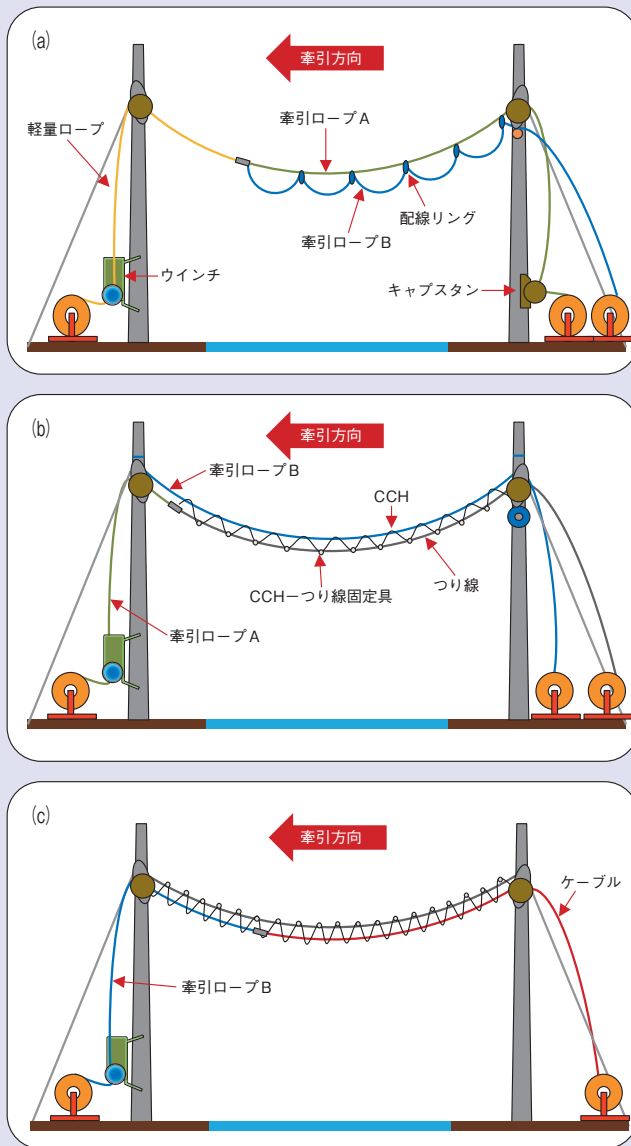

図7 ロングハンガ工法の布設方法
- ① 電柱間へ軽量ロープを1条布設します（従来工法と同様）。
- ② 軽量ロープを用いて牽引ロープを2条布設します（図7(a)）。牽引ロープ2条の各々の役割は、牽引ロープAがつり線牽引用、牽引ロー
- ③ 牽引ロープAを用いてつり線を牽引し、同時につり線にCCHを掛け、CCH-つり線固定具の取付をします（図7(b)）。牽引ロープBは電柱へ固定し、つり線と牽引ロープBへCCHを掛けることで、牽引ロープBが支持体となり、つり線およびCCHが長スパン区間の垂れ下がり防止します。この際に使用する機器は、牽引ロープBが牽引時の張力を低減するため、一般的なウインチを用いることが可能です。
- ④ つり線を張線し電柱へ引き留めることで、架空管路の構築が完了します。
- ⑤ 牽引ロープBを用いてケーブルを布設します（図7(c)）。
- ⑥ ケーブルを電柱へ引き留めます。